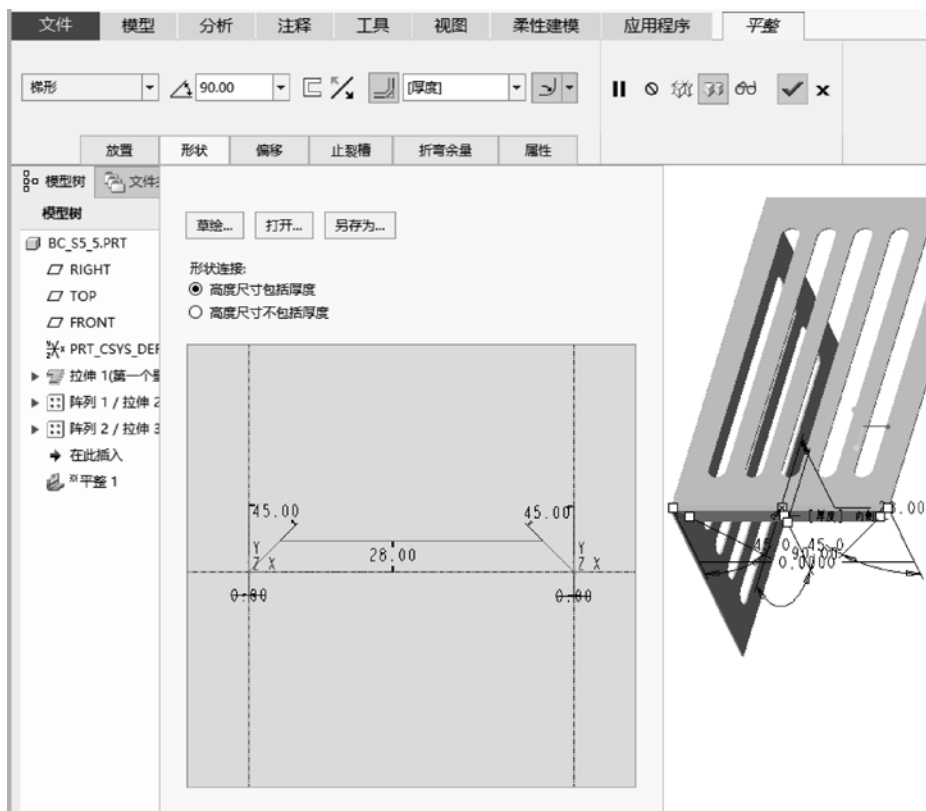

图 5-90 设置梯形的形状尺寸
(4) 在“平整”选项卡中打开“形状”面板, 从中设置图 5-90 所示的形状尺寸。